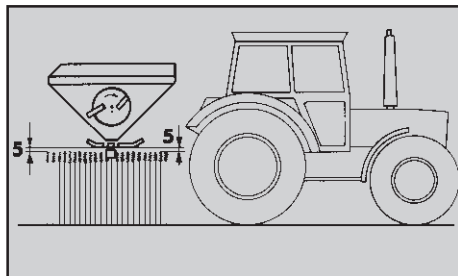

Fig. 7.4
- Sprederen arbejds højde indstilles med traktor trepunkts hydraulikken, så afstanden imellem afgrøden og spredeskiverne er **ca. 5 cm**, monter evt. bolten til liftarmene i det nederste hul (Fig. 7.4).